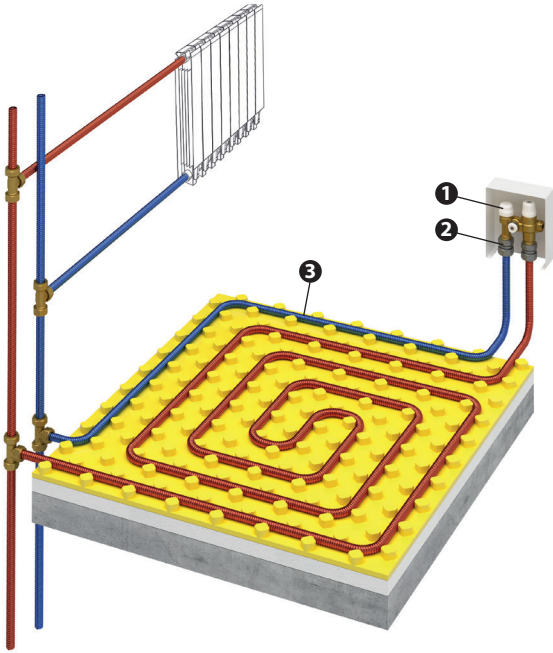

Рисунок 1 Схема подключения комплекта к системе водоснабжения
- 1 – терморегулирующий модуль Stahlmann MTR021 (далее по тексту – модуль) предназначен для регулирования температуры одной петли водяного теплого пола за счет ограничения температуры потока обратного теплоносителя. Устанавливается на выходе петли теплоносителя, уложенной в стяжке (см. рис. 1);
Оптимальный способ укладки гофротрубы для равномерного распределения тепла – улиткообразная форма (см. рисунок 1).
- 6) Провести подключение гофротрубы к двухтрубной системе основного отопления и модулю с помощью фитингов (см. рисунок 1). Присоединяя гофротрубу к модулю, обратите внимание на стрелки, обозначающие направления потока. Подключение к модулю всегда должно осуществляться на выходе петли теплоносителя, уложенной в стяжке. Провести пробную подачу холодного теплоносителя под рабочим давлением до 0,6 МПа. В течение суток давление не должно упасть ниже 0,6 МПа. Не должно быть утечек. При заполнении теплоносителем смонтированного комплекта воздух удаляется через ручной воздухоотводчик.